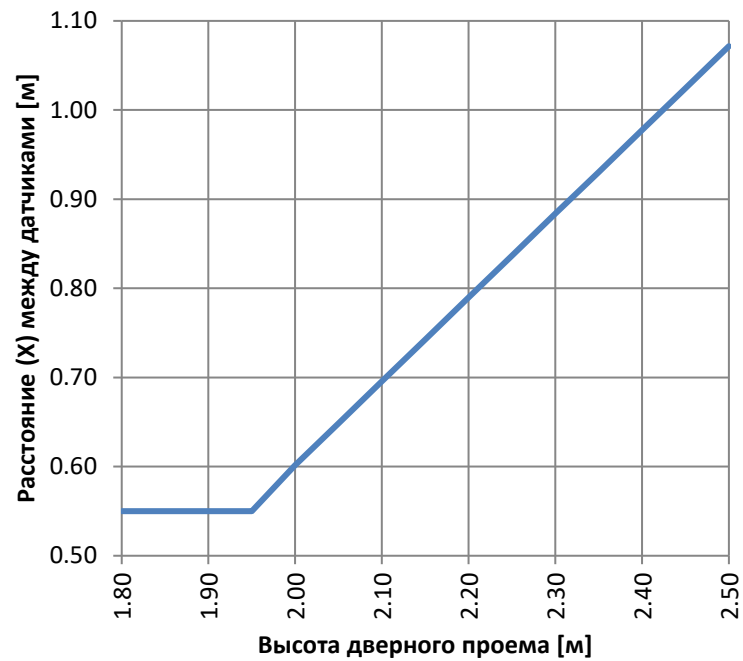
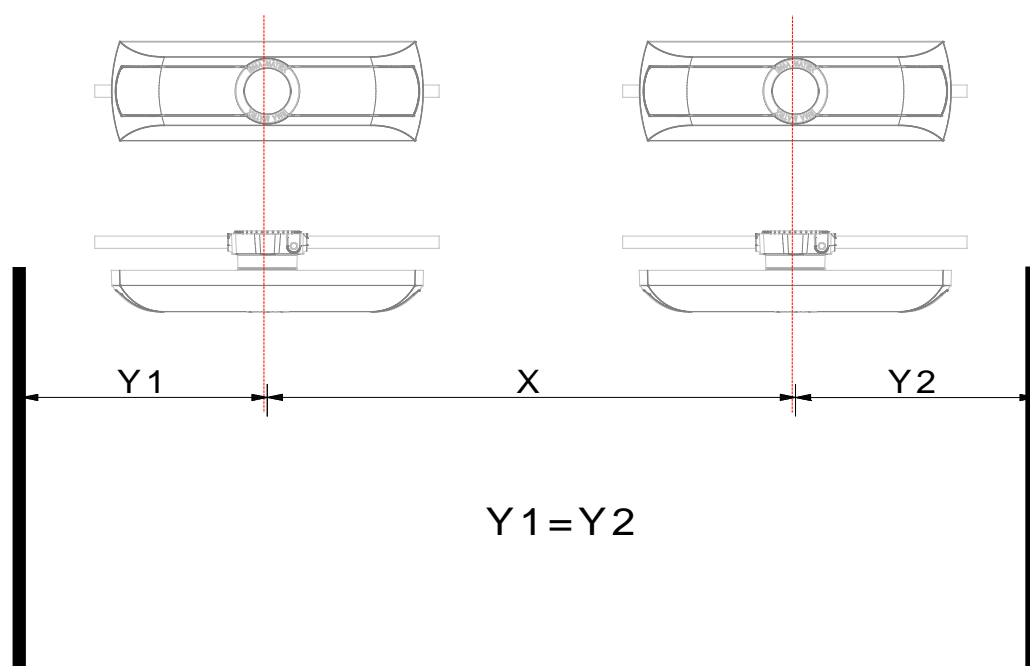

Рис. 17: Расстояние (X) между двумя датчиками IRMA MATRIX в зависимости от высоты двери
Рис. 18:
Расстояние X между датчиками определяется на основе высоты двери по синей линии (см. рис. 17).
Датчики IRMA MATRIX устанавливаются на расстоянии (X), определенном по рис. 17. Два датчика располагаются на одинаковом расстоянии от стенки ТС:  $Y1 = Y2$  (см. рис. 18)